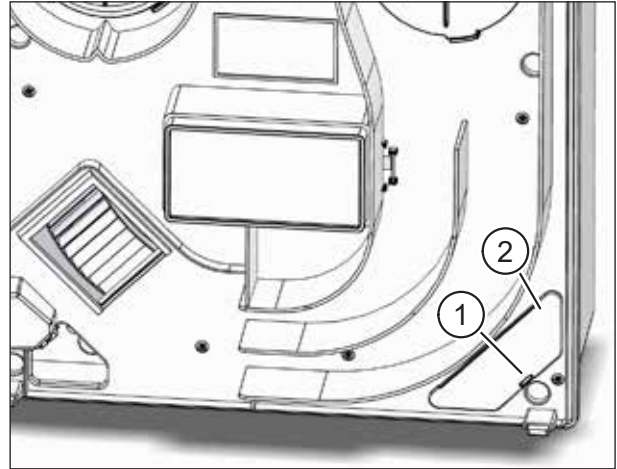

Abb. 35: Netzwerkdeckel abnehmen
- ▶ Drücken Sie den Rasthaken (Pos. 1 in Abb. 35) des Netzwerkdeckels (Pos. 2 in Abb. 35) leicht zur Gerätemitte und heben Sie den Netzwerkdeckel ab.